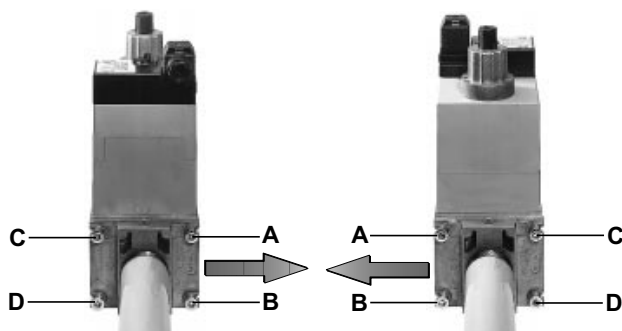
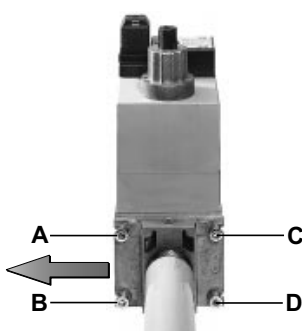

Рис. 15
Рис. 16
- 1 Расслабить винты А и В, но **не снимать** их (Fig. 15 и Fig. 16)
- 2 Отвинтить винты С и D (Fig. 15 и Fig. 16)
ПРИМЕЧАНИЕ: в системах с гравитационной подачей или с кольцевым контуром, установить автоматическое отсечное устройство (см. № 4-Рис. 16).